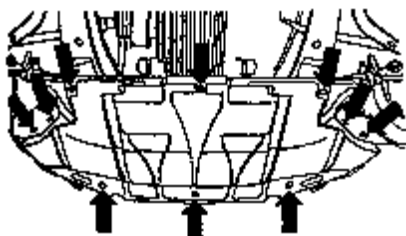

图 4-116 拆卸隔音罩
(1) 如图 4-116 箭头所示，拆卸隔音罩，排空发动机机油。